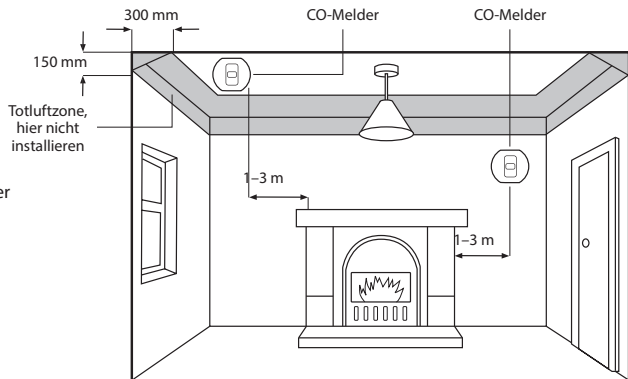

Abbildung 2
- In Räumen mit Schrägdach sollte der CO-Melder auf der höheren Seite des Raums installiert werden, siehe **Abb. 2**.